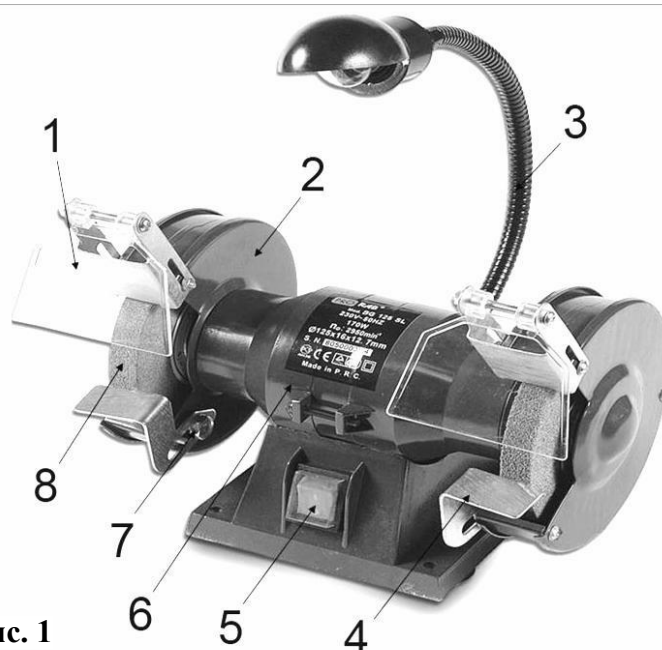

Рис. 1
Установите защитные экраны (1)(См. Рис.1) и упоры, используя винты, идущие в комплекте.
- Прикрепите защитное стекло (1)(См. Рис.1) к держателю при помощи винта.
Упор (4)(См. Рис.1) может регулироваться в соответствии с необходимым углом шлифования. Ослабьте фиксатор упора (7)(См. рис.1).
Затяните фиксатор (7)(См. рис.1).
Чтобы включить станок, переведите клавишу выключателя (5)(См. Рис.1) в позицию «ВКЛ» (ON / I). Чтобы выключить станок, переведите клавишу выключателя (5)(См. Рис.1) в позицию «ВЫКЛ» (OFF / 0).
Работать разрешается только с опущенным защитным прозрачным экраном (1)(См. Рис.1) и в защитных очках.
Подводите к шлифовальному кругу (8)(См. Рис.1) затачиваемый инструмент (деталь) плавно и осторожно, избегая ударов о круг.